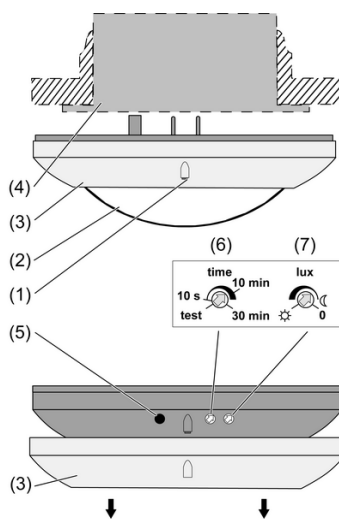

Figure 1: Conception de l'appareillage
- Retirer l'anneau enjoliveur (3).
- Régler le sélecteur **lux** sur ☀ (figure 1).